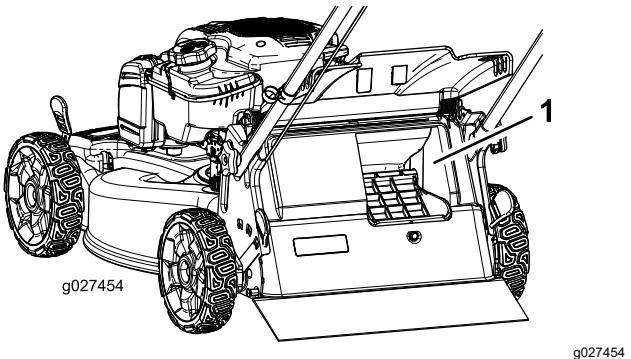

Figure 19
**Important:** Pour que le ramassage s'effectue correctement, coupez le moteur, attendez l'arrêt de toutes les pièces mobiles, puis enlevez les déchets d'herbe et autres qui se trouvent sur le volet de ramassage sur demande et l'ouverture (Figure 19) avant de changer la position du levier de ramassage sur demande.